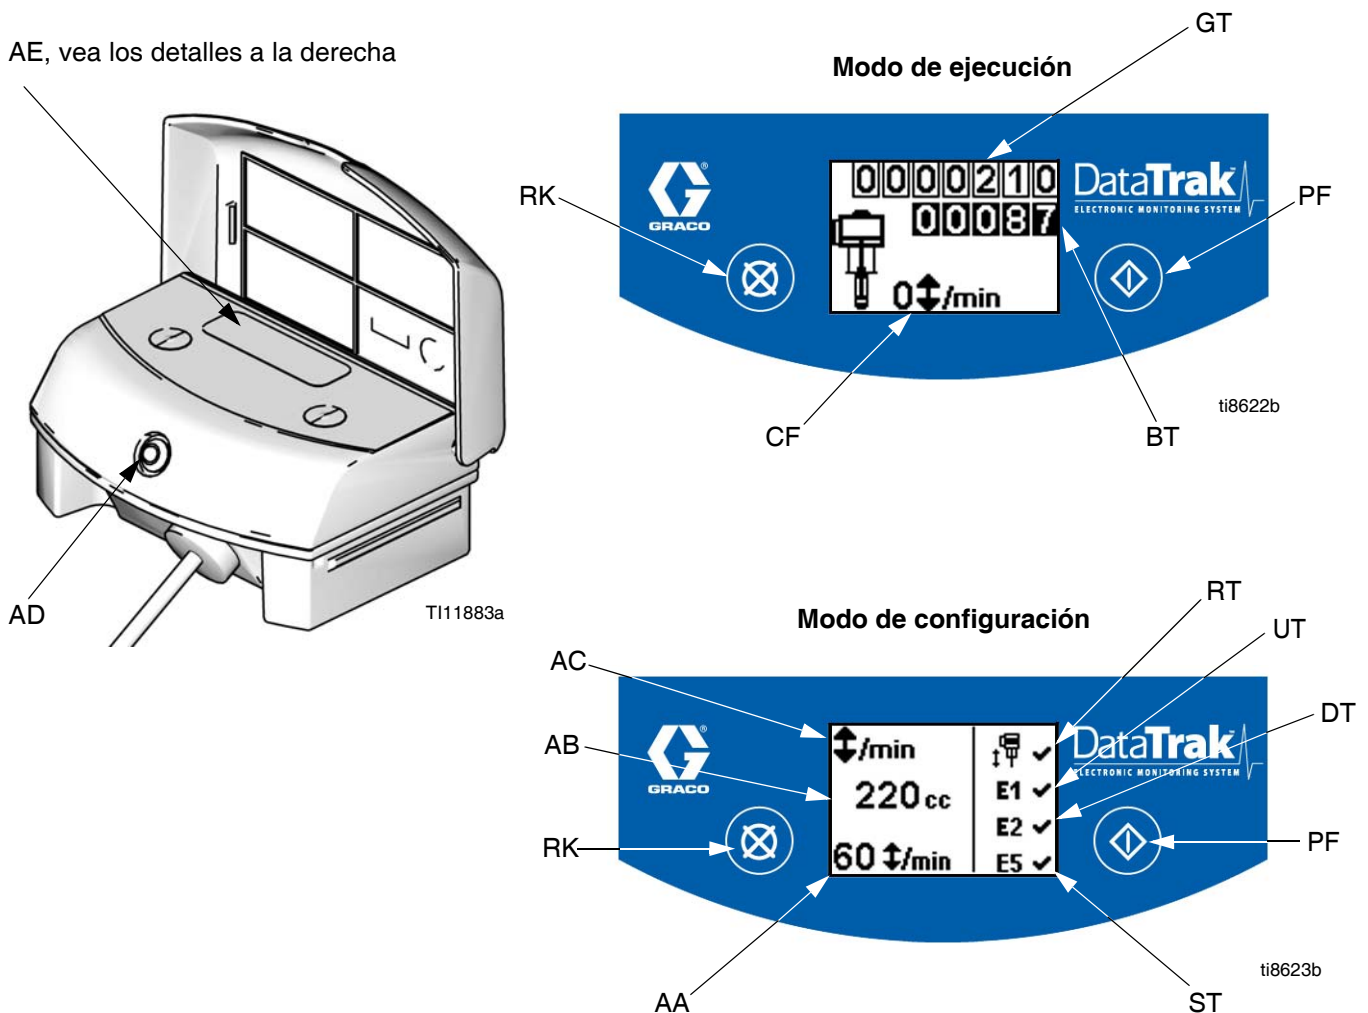

FIG. 7. Controles e indicadores de DataTrak
Leyenda para la FIG. 7
1. Vea la FIG. 7. Púlsela y manténgala pulsada  durante 5 segundos hasta que aparezca el menú de configuración.
NOTA: Cuando las opciones de error de embalamiento, E1, E2, y E5 están habilitadas, aparecerá una  en la pantalla de configuración. Vea la FIG. 7.
1. Vea la FIG. 7. Si se produce embalamiento de la bomba, se accionará el solenoide de embalamiento, parando la bomba. El LED (AD) destellará y la pantalla (AE) indicará una condición de embalamiento (vea la Tabla 1). La pantalla hará un ciclo a través de seis pantallas de instrucciones.
2. Pantallas de embalamiento 1 y 2: Para reposicionar el solenoide de embalamiento, cierre la válvula de aire principal (E). Espere a que el aire se haya purgado completamente del motor neumático.
3. Pantallas de embalamiento 3 y 4: Después de que se haya purgado el aire, pulse el botón de liberación del solenoide (J) hacia abajo para reposicionar la válvula de aire. El botón volverá hacia arriba cuando se presurice la válvula de aire.
5. Abra la válvula de aire (E) para volver a poner en marcha la bomba.
NOTA: Para inhabilitar la vigilancia de embalamiento, vaya al modo de configuración y configure el valor de embalamiento en 0 (cero) o conmute (RT) a OFF  (vea la FIG. 7).
1. Vea la FIG. 7. Para entrar al modo de cebado/lavado, pulse cualquier tecla para activar la pantalla, luego pulse . Aparecerá el símbolo de cebado/lavado en la pantalla y el LED destellará
2. Mientras está en modo de cebado/lavado, se inhabilita la protección contra embalamiento y el totalizador de lotes (BT) no contará. El totalizador global (GT) continúa recontando.
Vea la FIG. 7. El último dígito del totalizador de lotes (BT) representa décimos de galón o litro. Para reiniciar el totalizador, pulse cualquier tecla para activar la pantalla, luego pulse  durante 3 segundos.
Vea la FIG. 7. La pantalla (AE) se apagará después de 1 minuto de inactividad en modo de ejecución o de 3 minutos en modo de configuración. Pulse cualquier tecla para activar la pantalla.
DataTrak puede diagnosticar varios problemas de la bomba. Cuando el monitor detecta un problema, el LED (AD, FIG. 7) destellará y aparecerá en la pantalla un código de diagnóstico. Vea la Tabla 1.